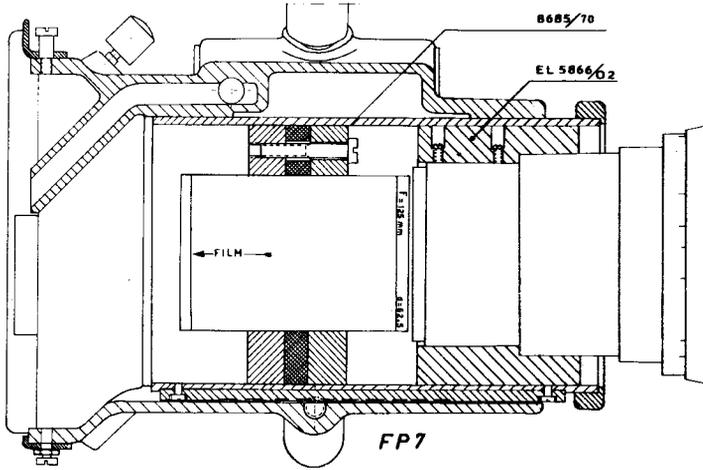

Fig. 19
- CinemaScope-Projektion mit Projektor FP 7 (Fig. 19)